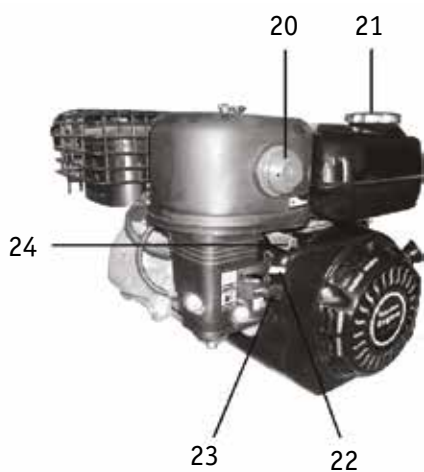

Рис. 1.3
1. Снимите крышку заливной горловины со щупом (13) (**рис. 1.3**), масляный щуп вытрите чистой ветошью.